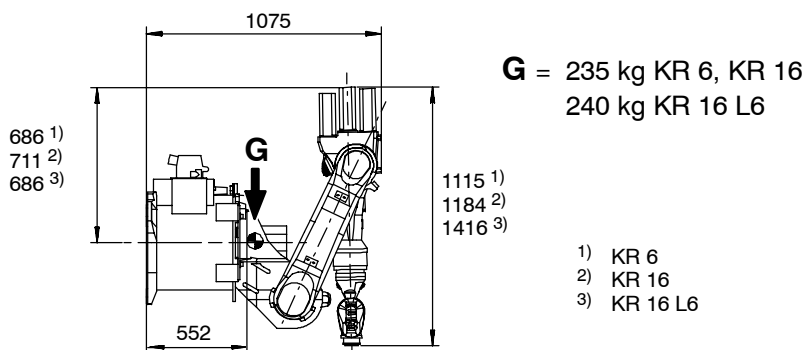

Fig. 76 Position de transport
- (2) Mettre le robot en service et l'amener en position de transport (Fig. 76).